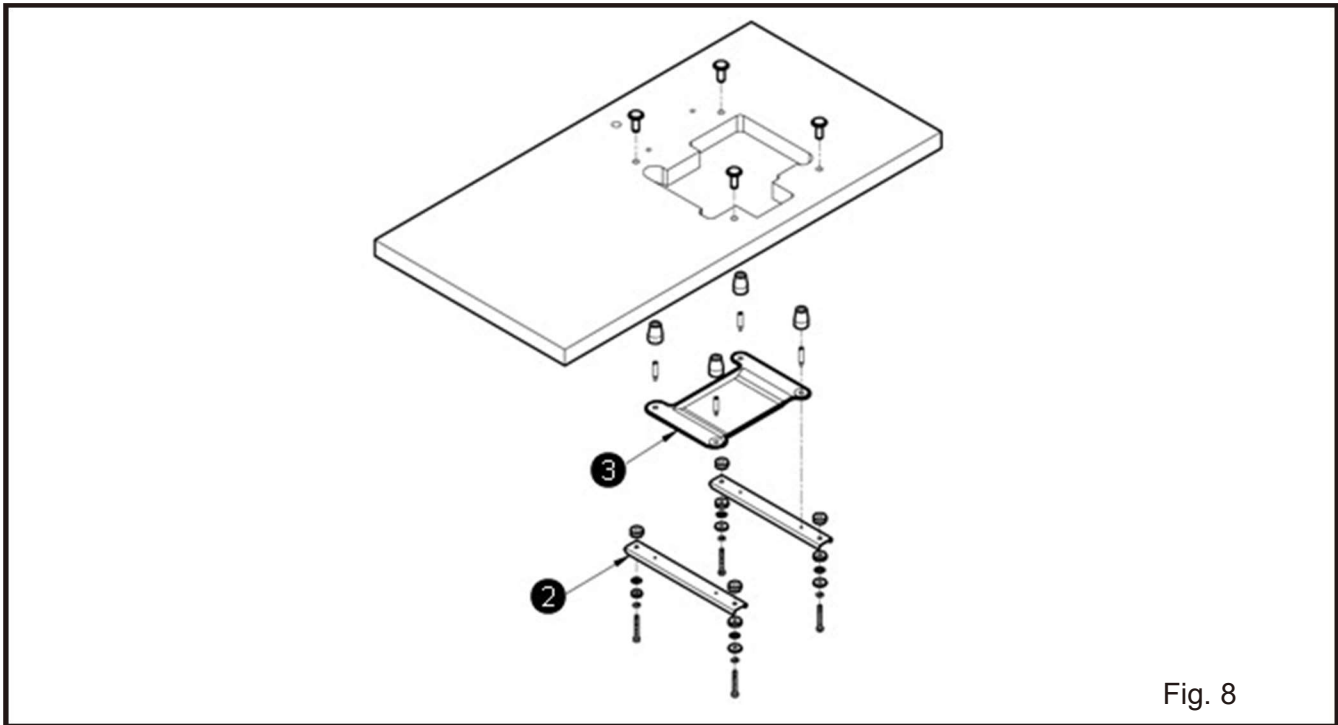

Fig. 8
2. Consulte o diagrama da tabela de corte anexa e a lista de peças para montar de forma ordenada o sustentador da base da máquina ② e o tanque de óleo plástico ③. (Fig.8)